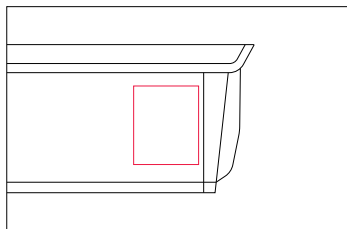

Abbildung 7
**HINWEIS:** Bitte notieren Sie die Seriennummer, die sich auf dem Akku unter dem Strichcode (Abb. 7) auf der vorderen Umschlaginnenseite dieses Handbuchs befindet, um die Meldung von Störungen zu erleichtern. Produkte, bei denen die Seriennummer und/oder der Strichcode entfernt, verunstaltet, beschädigt, verändert oder unleserlich gemacht wurde, fallen nicht unter die Garantie.